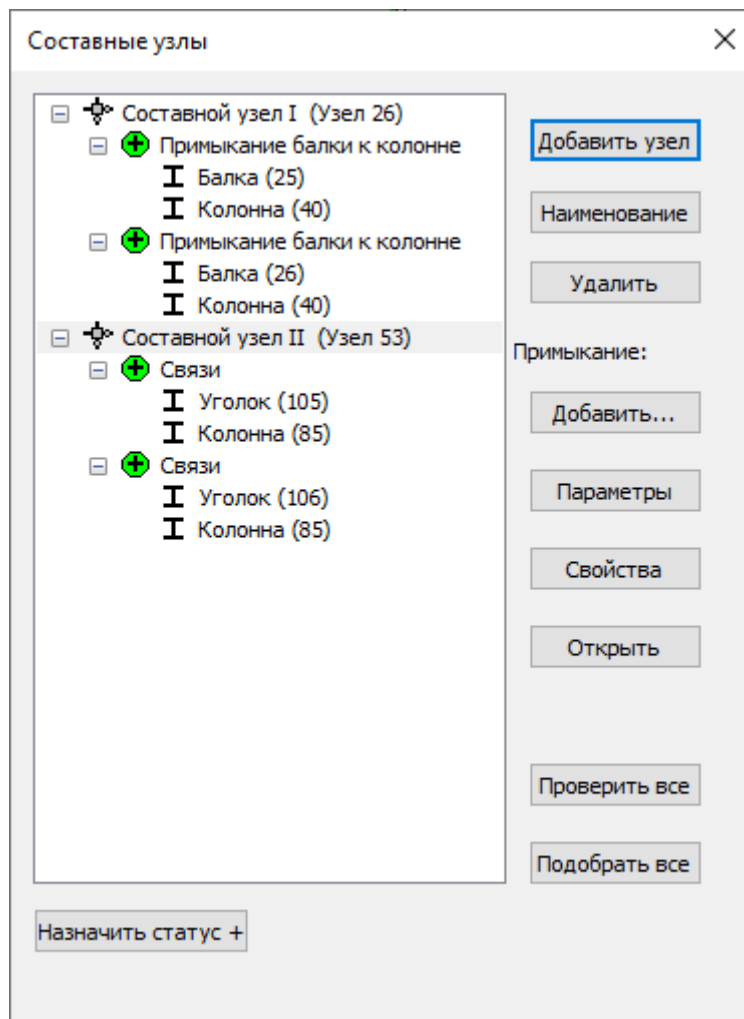

Рис. 12.34. Діалогове вікно **Складені вузли**
- Для створення і розрахунку складених вузлів відкрийте діалогове вікно **Складені вузли** (рис. 12.34), вибрав команду  – **Складені вузли** в розкритому списку **Розрахунок сталевого вузла схеми** (панель **Розрахунок** на вкладці **Сталь**).